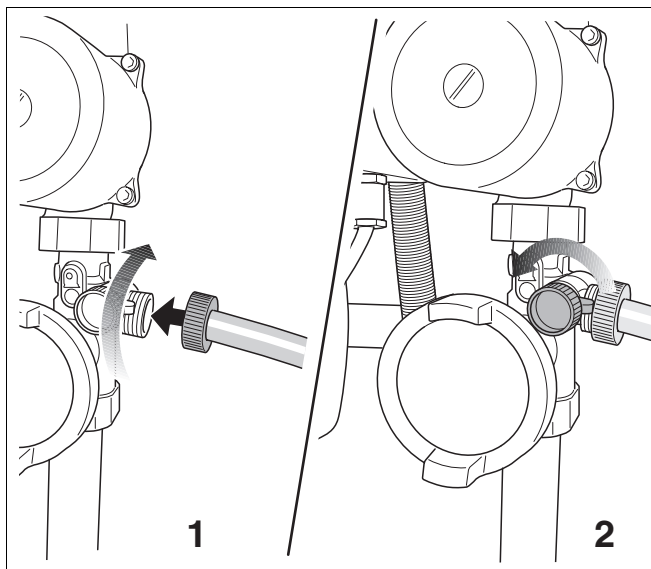

Fig. 65 Tilslutning af slangen / åbning af påfyldnings- og tømningshanen
- Åbn påfyldnings- og tømningshanen (fig. 65).